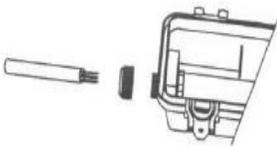

Fig. 5
5. Remove and reverse the cable gland located at one end of the housing. Insert the flexible power cable (not included) through the cable gland allowing for sufficient length of stripped cable inside the housing and tighten the cable gland (Fig. 5).
5. Enlever et inverser le presse-étoupe situé a une extrémité du boîtier. Insérer le câble d'alimentation flexible (non inclus) à travers le presse-étoupe en gardant une longueur suffisante de câble dénudé à l'intérieur du boîtier, et serrer le presse-étoupe (Fig. 5).